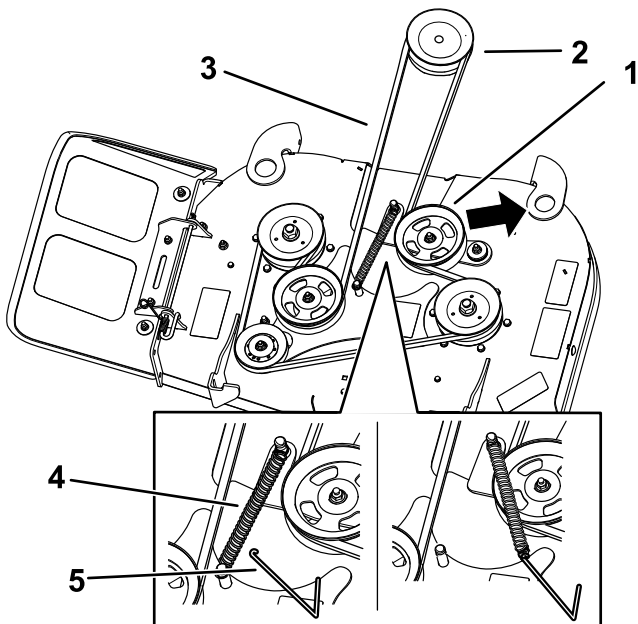
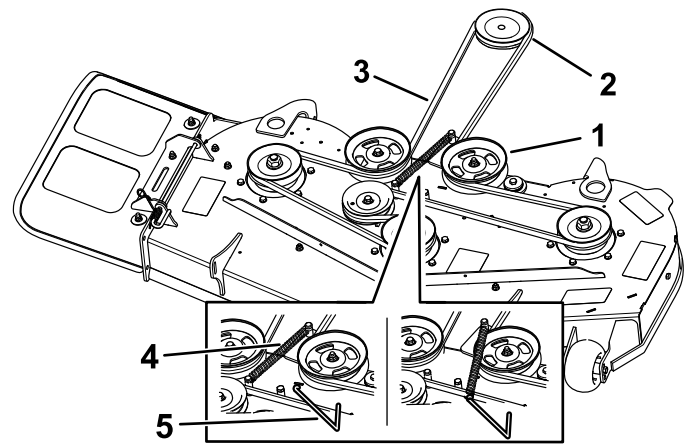

Figure 52
Figure 53
2. Vis (4)
5. À l'aide d'un outil de dépose de ressort (réf. Toro 92-5771), décrochez le ressort du crochet sur le plateau pour détendre la poulie de tension et déchaussez la courroie des poulies (Figure 52 et Figure 53).
6. Acheminez la courroie neuve autour des poulies d'embrayage et du plateau de coupe (Figure 52 ou Figure 53).
7. Accrochez le ressort de la poulie de tension au crochet du plateau de coupe (Figure 52 ou Figure 53).